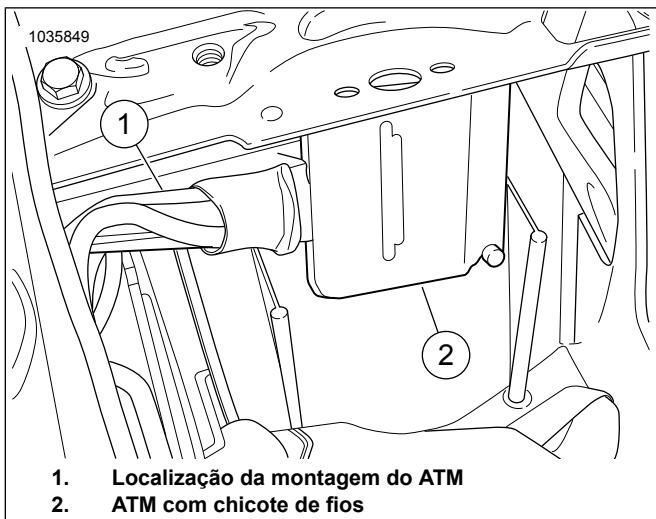

Figura 14. Localização da montagem do ATM
13. Consulte o Figura 14. Limpe a superfície de montagem com um pano embebido em álcool. Remova a parte traseira adesiva e instale a fita adesiva dupla face no ATM. Remova a parte traseira adesiva da fita dupla face e instale o ATM (1) na parte de trás do compartimento da bateria.